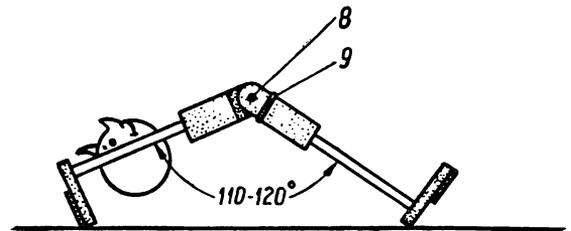

Рис. 152. Регулировка фигурки.
Когда это сделаете, приступите к регулировке фигурки. Для этого обвяжите нижнюю часть туловища ниткой (9) так, чтобы между частями туловища образовался угол, как на рис. 152. Если этого угла не получается, поднимите или опустите нитку.